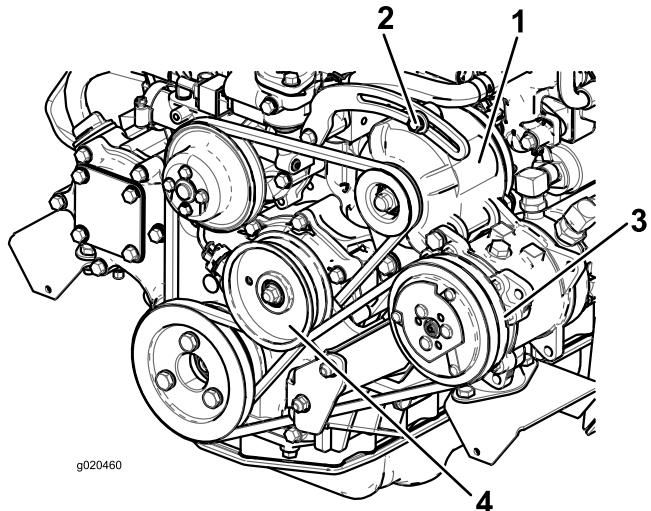

Figure 76
Si vous n'obtenez pas une flèche de 10 mm (¾ po), desserrez les boulons de fixation de l'alternateur (Figure 76).
- Si vous n'obtenez pas une flèche de 10 mm ($\frac{3}{8}$ po), desserrez les boulons de fixation de la poulie de tension (Figure 76).